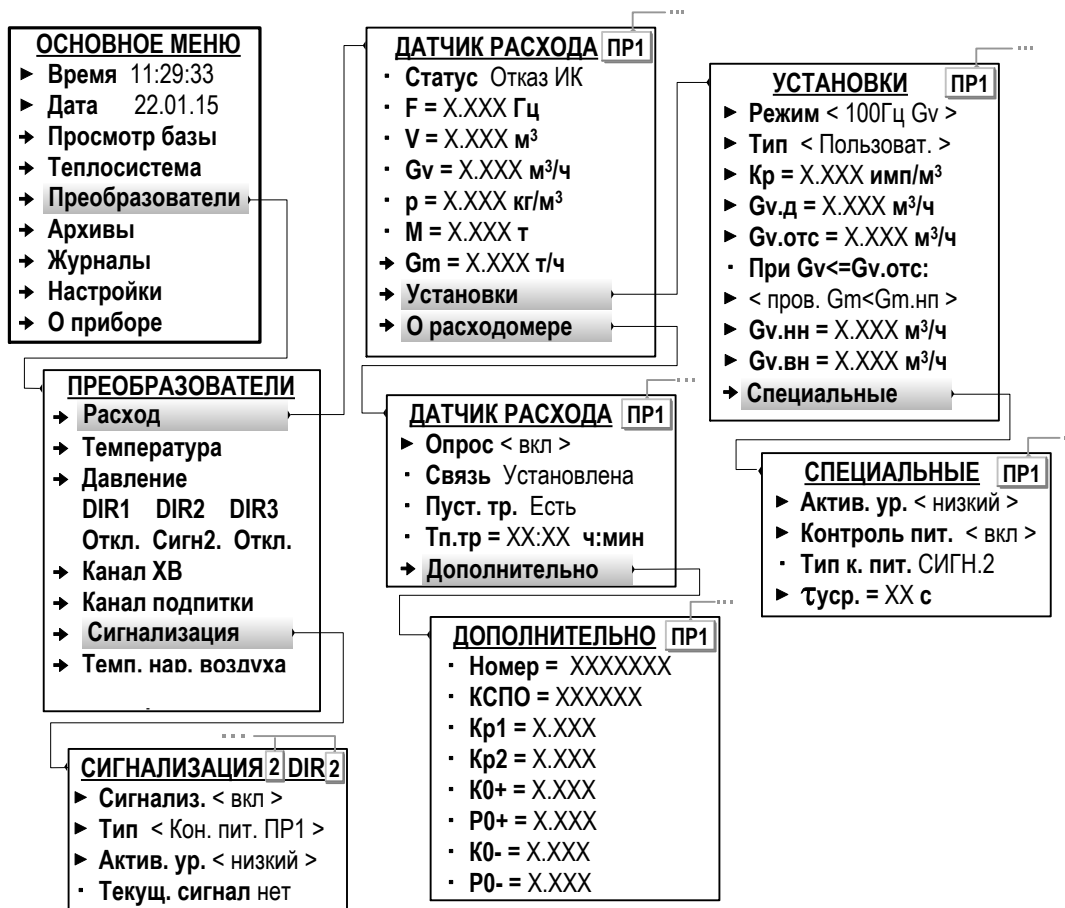

Рис.24. Вид меню установочных параметров ПР (режим СЕРВИС).
Отсутствие сигнала соответствующего уровня от ПР в течение **Тпров** определяются как **Отказ ИК** (Отказ измерительного канала – меню **Преобразователи / Расход** параметр **Статус**, рис.24).
Контроль питания расходомера также может быть назначен в меню **Преобразователи / Сигнализация** (рис.24). В этом случае в меню **Преобразователи / Расход / Установки / Специальные** будет индцироваться строка **Тип к. пит. СИГН.1(2,3)**.
7.5.2.4. Для ПР, физически подключенных к входу «RS485.ПРИБОР» и программно подключенных к ТВ по интерфейсу RS-485 (п.7.3.4.3) в меню **О расходомере** (рис.24) появляются дополнительные строки: